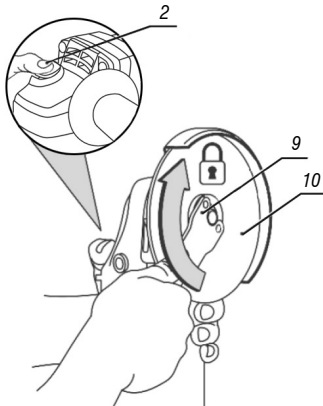

Fig. 6 – Montagem do disco na máquina
- e. Trave o eixo da máquina pressionando o botão trava do eixo (2) e aperte o flange externo no eixo com a chave (9), conforme Fig. 6.